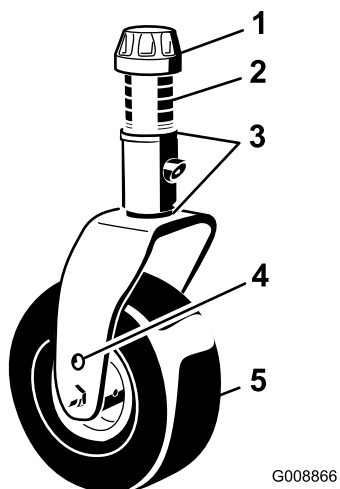

Figura 19
3. Coloque os eixos das rodas giratórias nos mesmos orifícios, em ambas as forquilhas das rodas giratórias (Figura 19).
4. Retire a tampa de fixação do eixo roscado (Figura 19) e desloque o eixo para fora do braço da roda giratória.